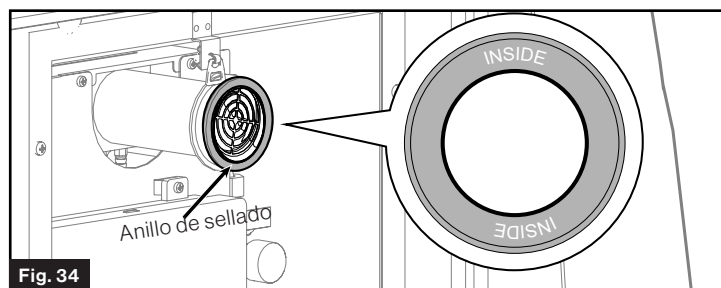

Fig. 34
11. Un anillo de sellado se monta en la chimenea. (Fig. 34) Asegúrese de que el sellado no tenga rajaduras ni quiebres, y que esté en buen estado. Contacte a Furrion si es necesario sustituirlo.